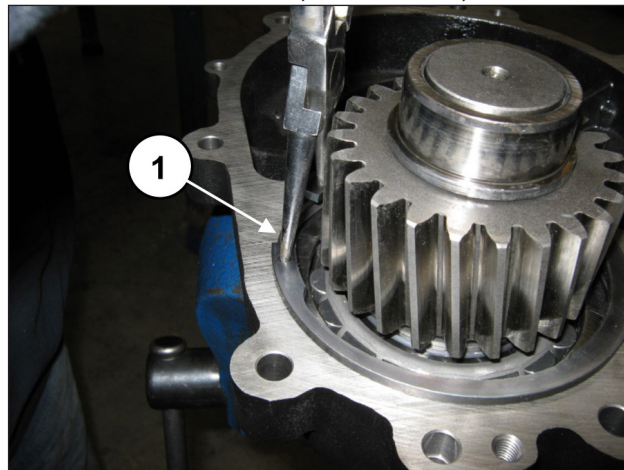

图 88
在底座上插入开口环 $\varnothing 120$ (位置①, 图 88)。